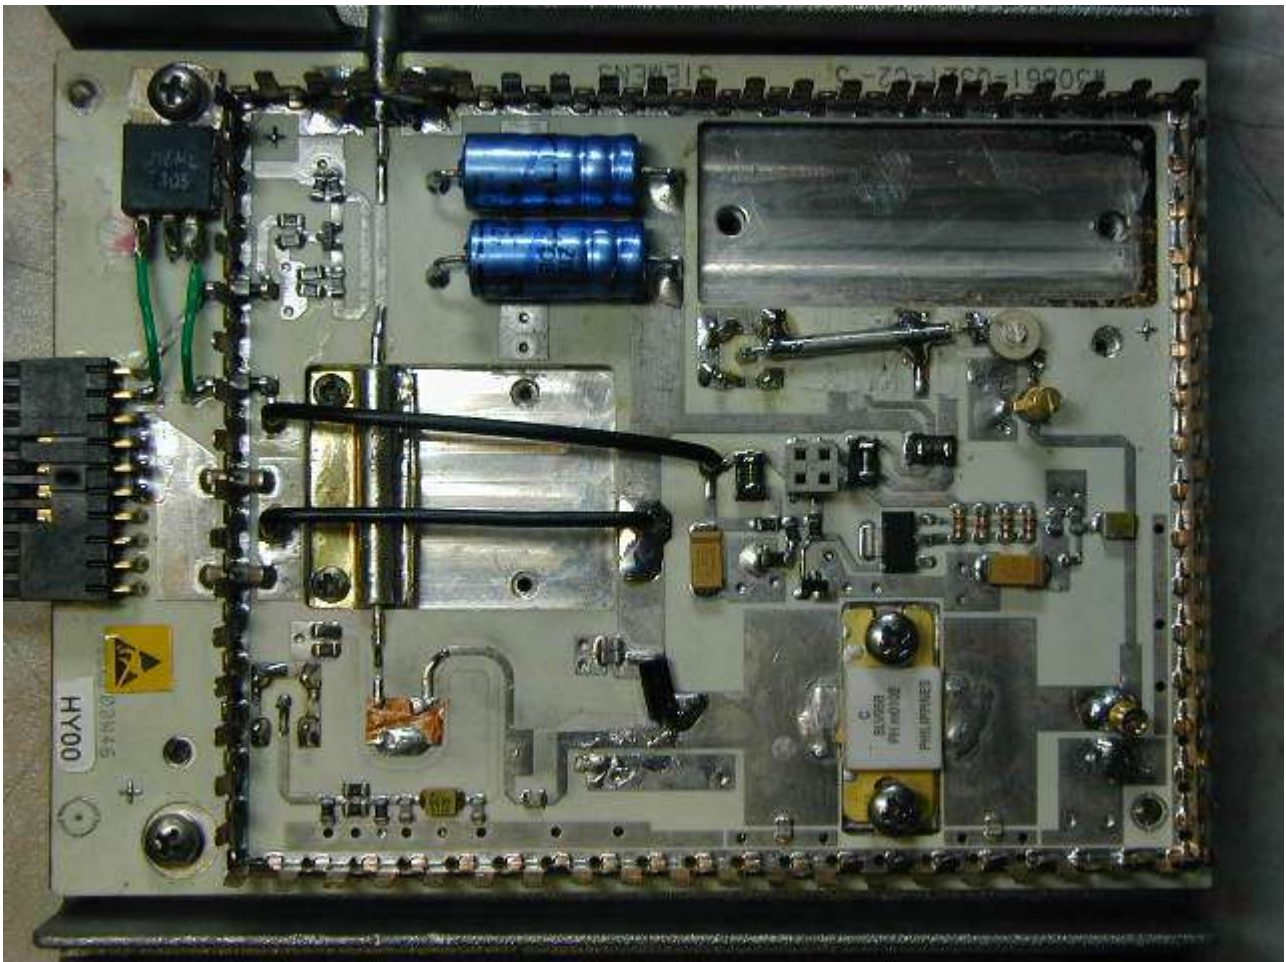

Bild 6 Fertig Umgebaute Endstufe
13. Mit einem "Fähnchen" (z.B. Streifen aus Kupferfolie), kann die maximale Ausgangsleistung erreicht werden. Die Größe und Position des Fähnchen experimentell ermitteln. Ein bewährtes Richtmaß ist 8 x 5mm, siehe Bild 6. Bei voller Ansteuerung wird ein Betriebsstrom von 5-6A erreicht.